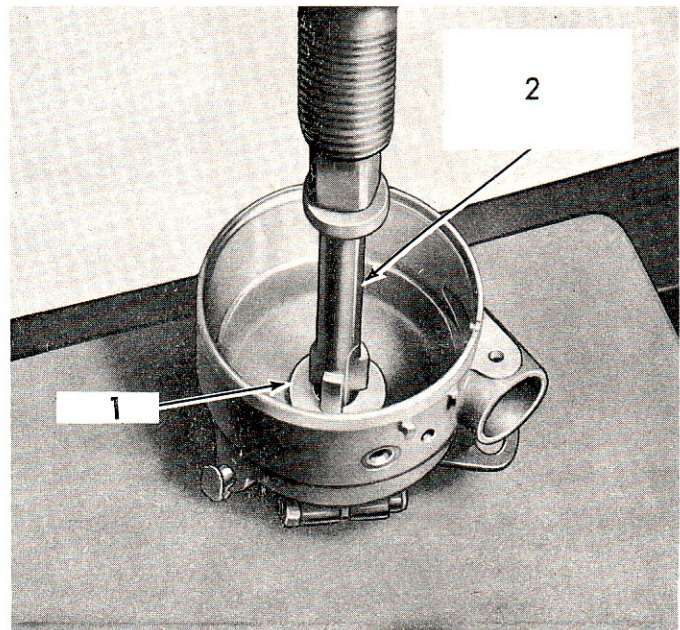

Fig. 67.
1. Enduire d'huile un coussinet neuf d'arbre d'allumeur et emmancher celui-ci dans l'embase de l'allumeur en utilisant l'outillage d'extraction et d'emmanchement No SW 503 (s'il est disponible) illustré Fig. 67. Pour éviter l'endommagement du coussinet, placer une rondelle plate sous l'épaule de l'outillage.